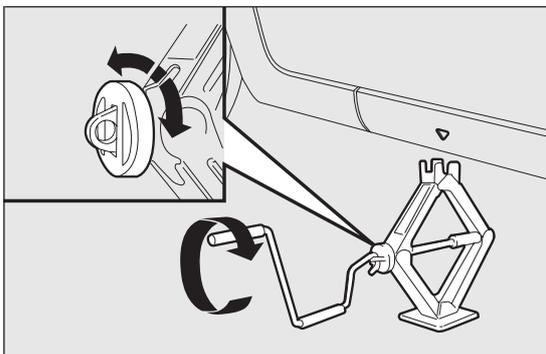
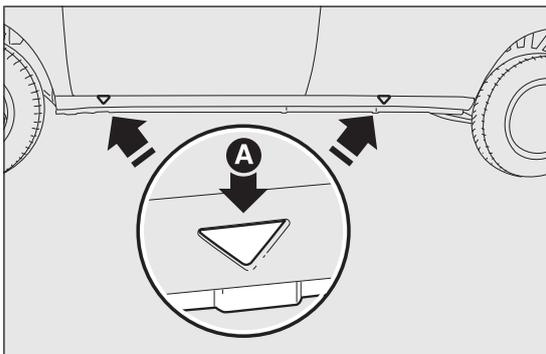

fig. 129
fig. 130
- azionare il cric, in modo da aprirlo parzialmente fig. 129, quindi posizionarlo sotto il veicolo in corrispondenza dei riferimenti A fig. 130 vicino alla ruota da sostituire;